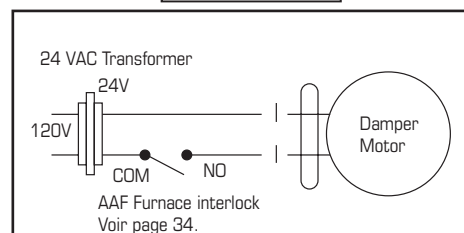

Figure 1
**Les Appareil à air frais (AAF) de Fantech qui utilisent un arrêt du ventilateur d'alimentation pour la prévention de gel ne comprennent pas un volet motorisé pour l'air extérieur. Si vous utilisez une installation simplifiée, c'est à dire relier de conduit d'alimentation d'air du AAF à l'aire du conduit de retour d'une fournaise, le AAF doit fonctionner en continu. Lorsque le AAF est éteint, pas d'air d'évacuation chaud circule à travers le AAF mais le ventilateur de fournaise continuera à aspirer l'air extérieur directement dans la fournaise. S'il fait froid dehors, l'air froid sera introduit, sans réchauffage, directement dans la fournaise. Si le AAF est installé de telle sorte que le propriétaire peut désactiver le AAF au cours de l'hiver, nous vous recommandons d'installer un volet motorisé entre l'apport d'air du AAF et le retour d'air du conduit de la fournaise qui se ferme lorsque le AAF ne fonctionne pas. Voir le schéma de câblage (figure 1). Vous pouvez aussi choisir d'utiliser une AAF Fantech qui utilise un dégivrage de recirculation qui intègre un volet d'air extérieur.**